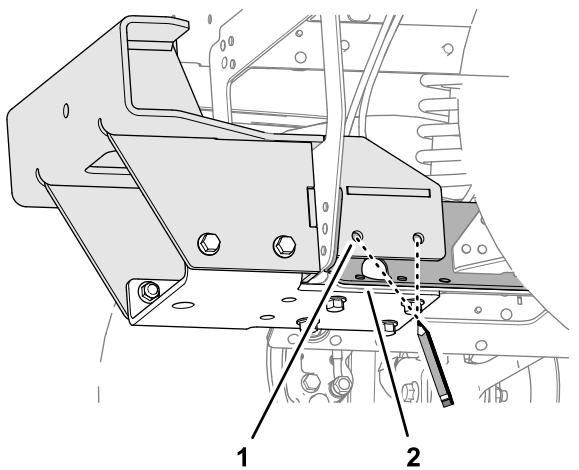
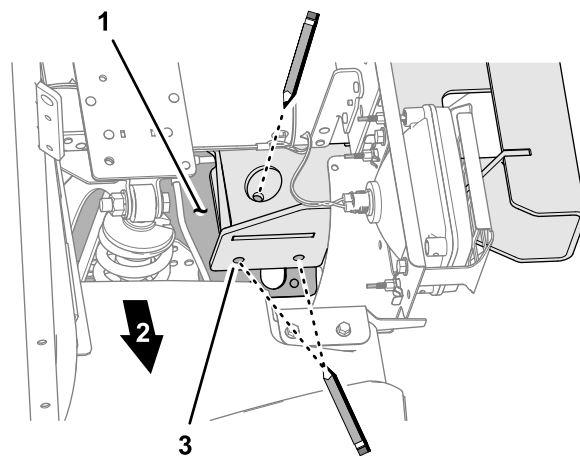
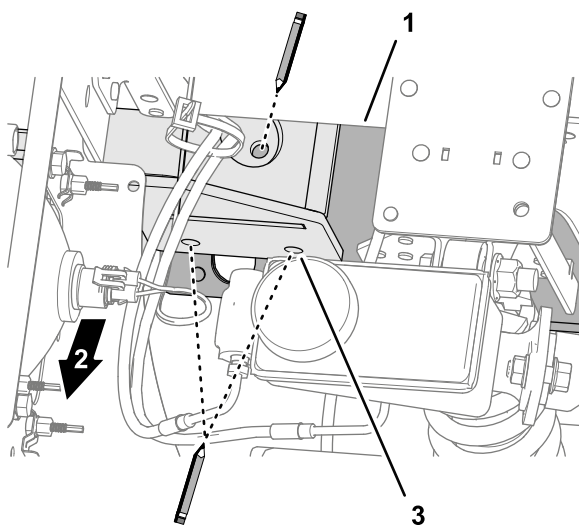

Figura 53
Figura 55
Figura 54
2. Marque la posición de los 6 taladros del soporte inferior en la chapa del perfil central, como se muestra en las figuras Figura 53, Figura 54 y Figura 55.